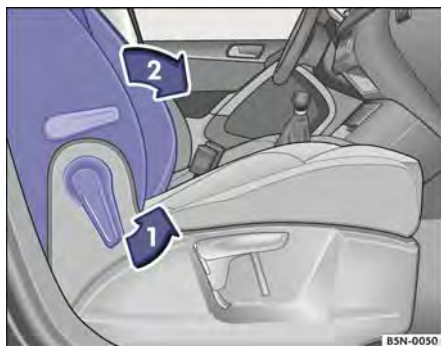

Fig. 85 Asiento del acompañante: abatir el respaldo del asiento hacia delante.
- Desbloquee el respaldo del asiento del acompañante en el sentido de la flecha → fig. 85 ①.
- Abata el respaldo del asiento del acompañante hacia delante, en el sentido de la flecha ②, hasta que quede en posición horizontal.